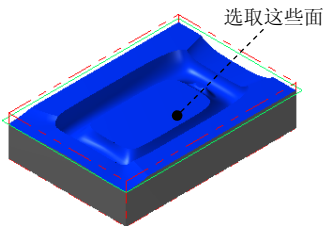

图 23.9 选取加工面
(1) 选取加工面。在图形区中选取图 23.9 所示的所有面 (共 16 个面), 然后按 **Enter** 键, 系统弹出“刀具路径的曲面选取”对话框。